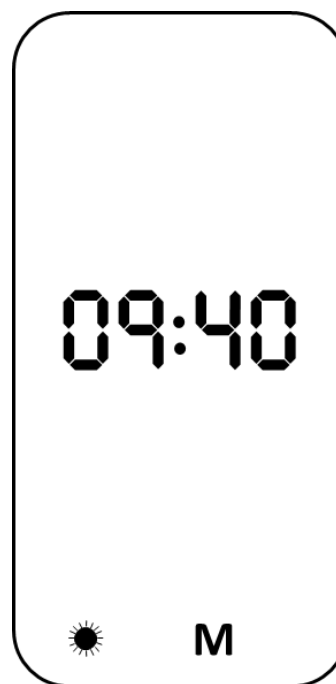

Fig. 3-5 Eksempel: display etter vellykket selvtest (**M**= BT-data i minnet,  målefase: dag)
- om data er lagret i BT-måleren (**M**) (Fig. 3-5).